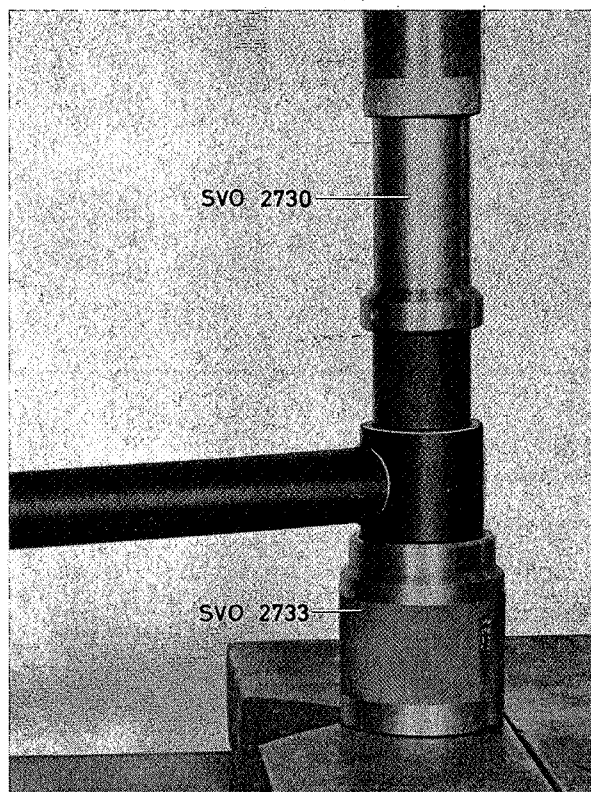

Fig. 7-12. Het monteren van de bus, stabilisatorstang
Inpersen van de bussen kan met dezelfde gereedschappen gedaan worden, alleen moet dan SVO 2730 worden omgedraaid (Fig. 7-12).
5. Monteer de stang met de bout aan de chassissteun (Fig. 7-12).
De bussen van de torsiestangen worden uitgeperst met SVO 2731 en SVO 2733; zij worden ingeperst met dezelfde gereedschappen, waarbij SVO 2731 wordt omgedraaid (Zie Fig. 7-12).